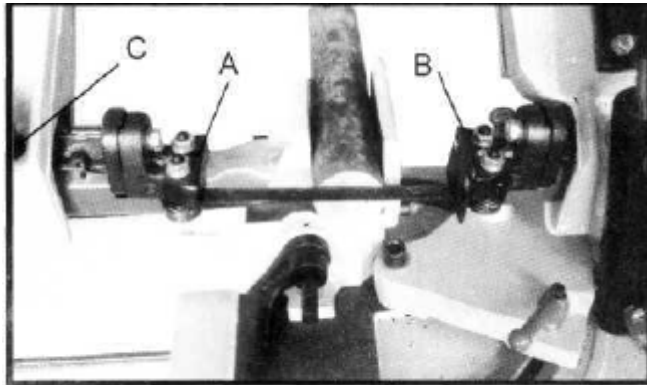

Fig. 11
2. Les supports de gauche et de droite (A) et (B), Fig. 11, peuvent être réglés en desserrant les deux boutons moletés de verrouillage (C) et en faisant coulisser les supports pour les adapter à la largeur de la pièce à traiter. Les supports (A) et (B) doivent être placés aussi près que possible de la pièce, sans la toucher et sans la gêner et sans être en contact avec le plateau. A la fin du réglage, resserrez les boutons de verrouillage (C).